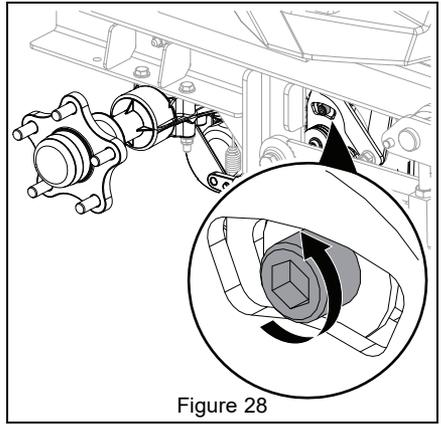

Figure 28
1. Desserrer la vis de retour au point mort sur la boîte-pont. Voir Figure 28.